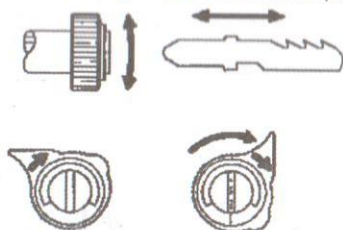

Рис. 1
2. Порядок установки пильного полотна показан на рис.1.